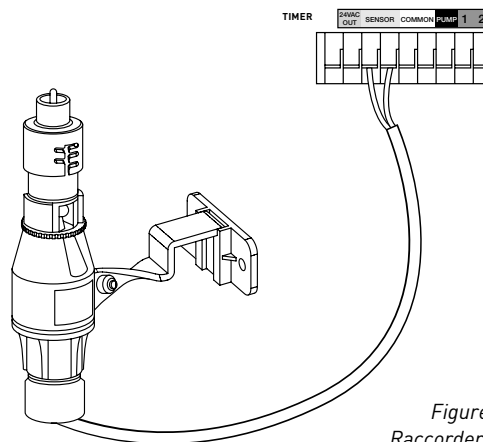

Figure 6:
- Raccordez les fils du détecteur de pluie en les insérant dans les bornes (jaunes) étiquetées « Sensor » (consultez la figure 6).